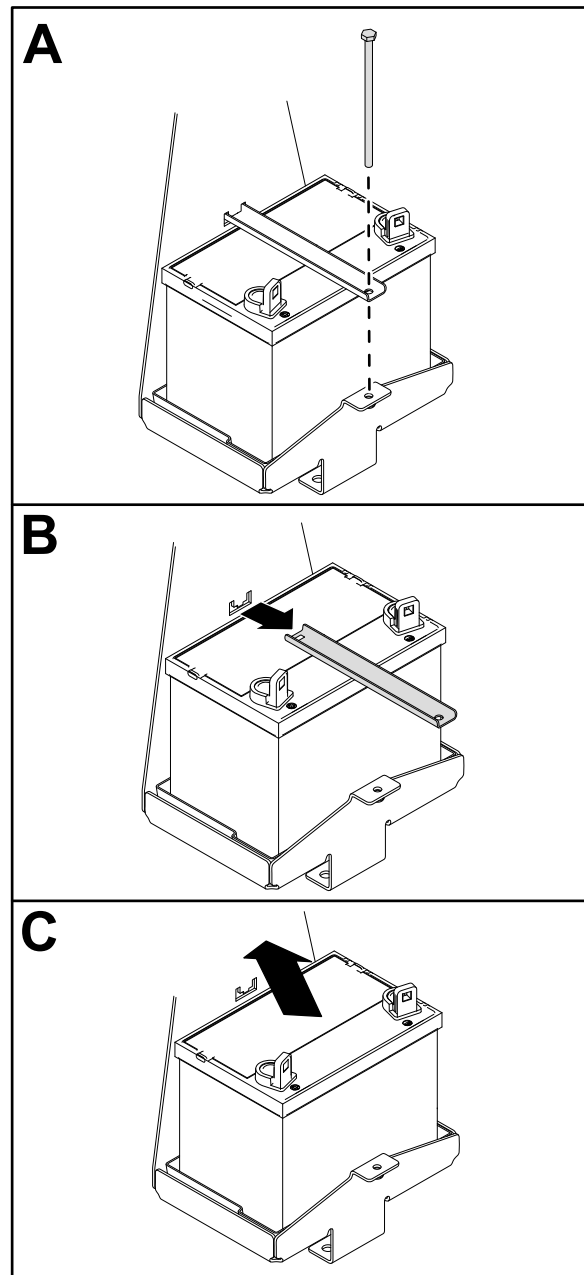

Figura 38
2. Retire a bateria como se mostra na Figura 38.